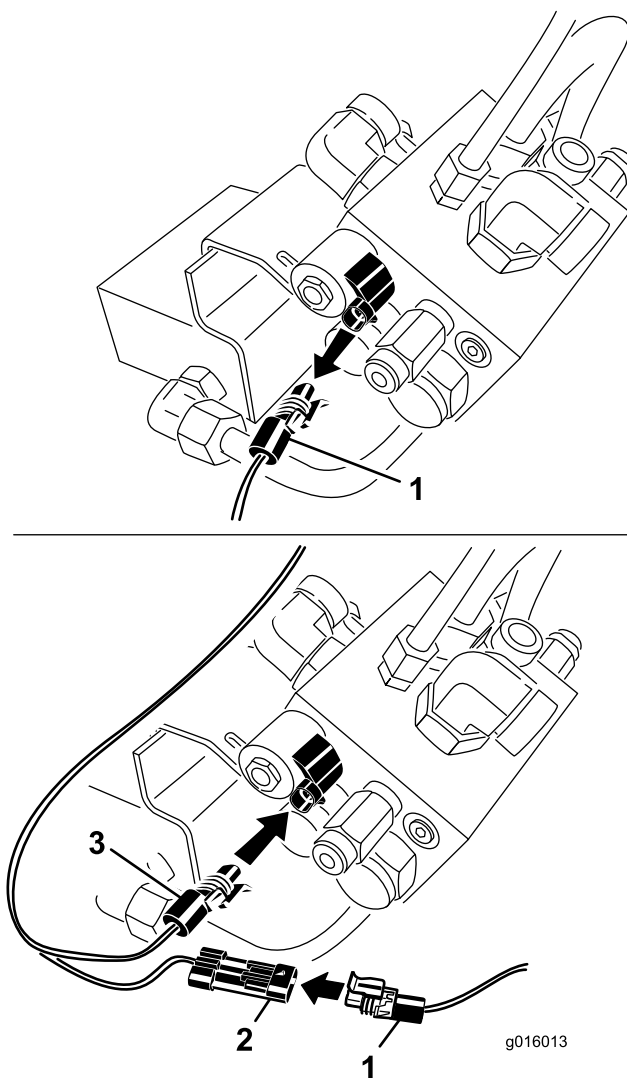

Figura 12
11. Scollegate il connettore del cablaggio preassemblato del trattorino dal solenoide del range alto/basso sul collettore 4WD (Figura 12)
12. Collegate il connettore del cablaggio preassemblato del trattorino al connettore del cablaggio del ripartitore di flusso contrassegnato dall'etichetta "RANGE HI/LOW" (Figura 12).
13. Collegate l'altro connettore del cablaggio del ripartitore di flusso contrassegnato dall'etichetta "RANGE HI/LOW SOLENOID" al solenoide del range alto/basso sul collettore 4WD (Figura 12).